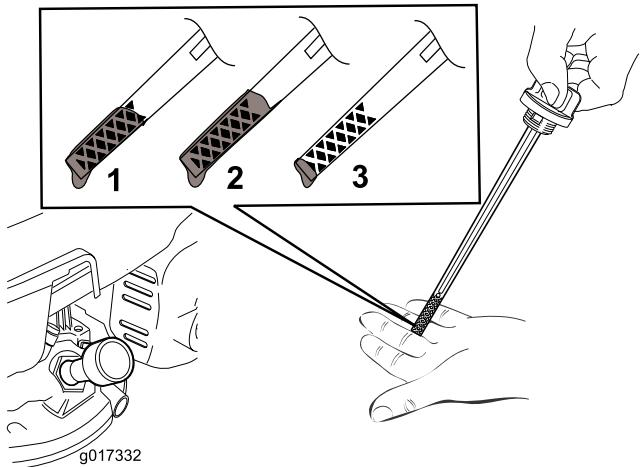

图6
2. 拆下量油尺（图6）。
注意：向发动机曲轴箱添加机油，直到量油尺显示机油油位达到图6中所示的正确位置。如果发动机加注机油过多，则需要按照“更换机油”一节的说明，放掉多余机油。